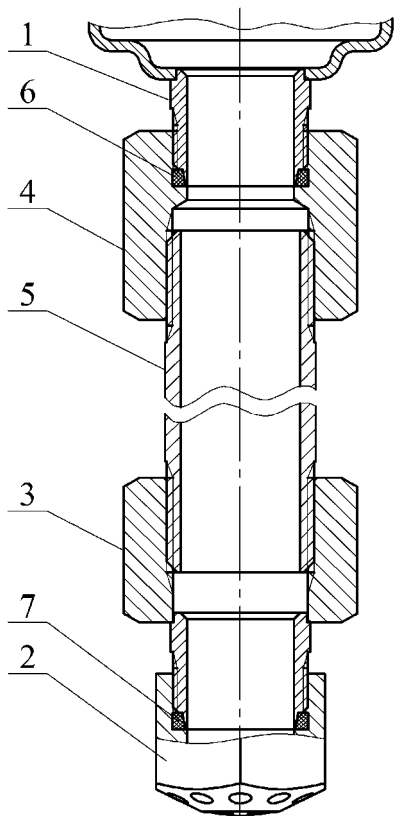

Рисунок 3
- ж) по заявке Потребителя (см. рисунок 3):
4.1.3 Для вывода насадка-распылителя в свободную зону через подвесной потолок типа Грильято, Армстронг и т.п. или его перемещения в рабочую зону эффективного пожаротушения при монтаже МУПТВ на потолочном перекрытии высотой более 9 м модуль может быть дополнительно укомплектован удлинителем, соединяющим выпускную горловину МУПТВ 1 с насадком-распылителем 2 (см. рисунок 3).
6.7 При монтаже насадка-распылителя через удлинитель (см. рисунок 3) провести следующие работы. Собрать удлинитель согласно рисунку 3. Перед сборкой на наружные резьбы трубы **5** нанести герметик, например, ТЕКАСИЛ NEUTRAL PROFІ, после чего накрутить до упора переходники **3, 4**. В зарезьбовые участки отверстий насадка-распылителя **2** и переходника **4** установить резиновые кольца **6, 7**. На наружную резьбу переходника **3** накрутить до упора насадок-распылитель **2**. Соединить удлинитель через резьбовое соединение с выпускной горловиной МУПТВ **1**. При монтаже необходимо обеспечить перпендикулярное направление оси удлинителя относительно горизонтальной плоскости.
При наличии удлинителя (см. рисунок 3) дополнительно: